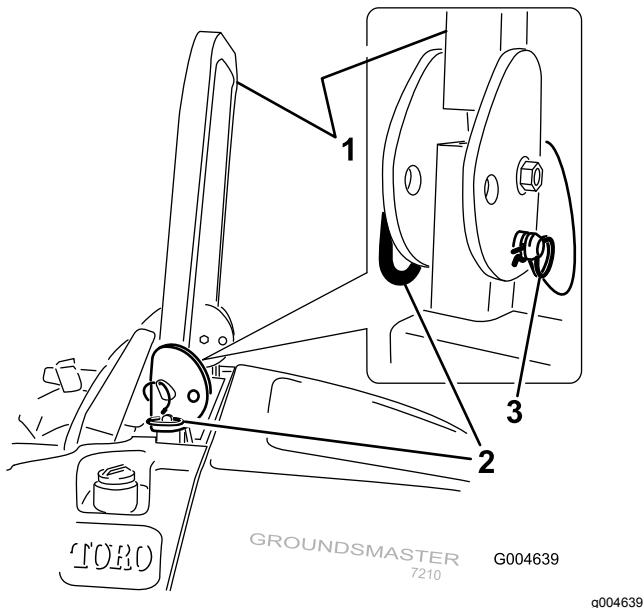

Figure 12
1. Pour abaisser l'arceau de sécurité, retirez les goupilles fendues, poussez l'arceau de sécurité en avant contre les ressorts et retirez les 2 axes (Figure 12).